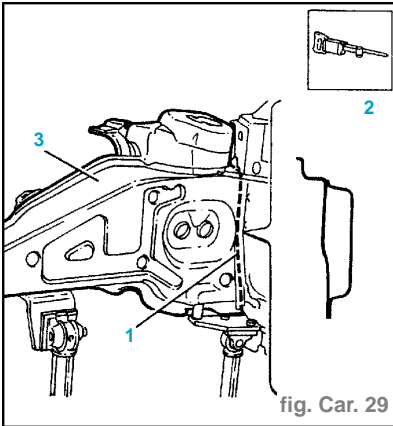

fig. Car. 29
- Utiliser la foreuse et enlever les points de soudure mis en évidence en figure (2).
- Couper par scie pneumatique en suivant les lignes de découpage indiquées en figure (1) (fig. Car. 29).